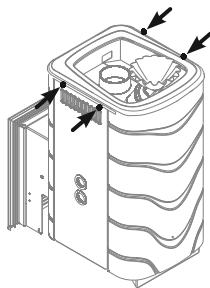

Рисунок 7. Саморезы для демонтажа рамки конвектора пещи
1. Снять рамку конвектора, открутив 4 самореза (рисунок 7);